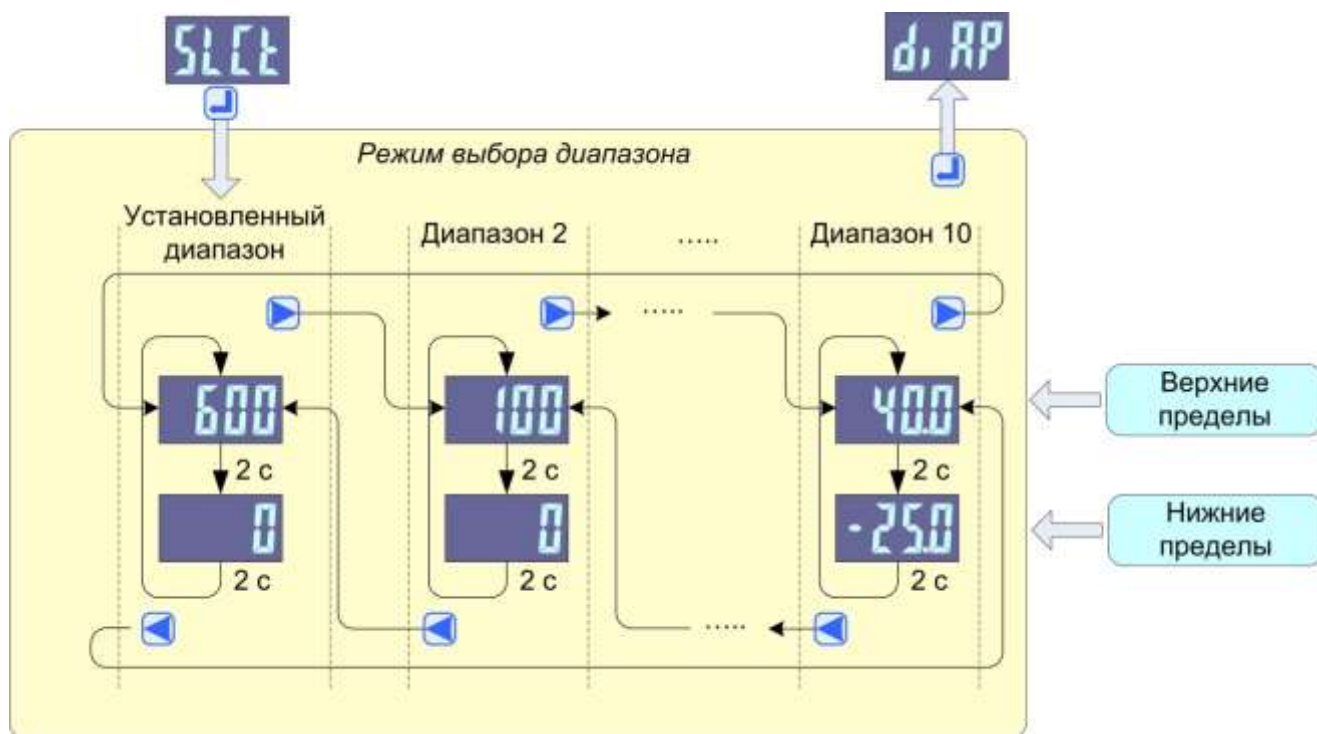

Рисунок 2.23
- выбрать пункт «SLCt» и нажать кнопку «», в результате прибор перейдет в *режим выбора* одного из десяти диапазонов, при этом на основном индикаторе высветится мигающее значение верхнего предела текущего диапазона, а через две секунды – нижнего, еще через две секунды – снова верхнего и т.д. (см. рисунок 2.23).
- «» («») – переход к следующему (предыдущему) диапазону, при этом высвечивается значение верхнего предела (см. рисунок 2.23);